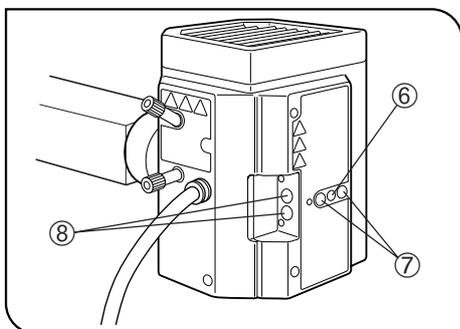

Fig. 4
8. Coloque la imagen del arco en el centro de la mitad izquierda (o derecha) del campo, girando los mandos de centrado de la lámpara ⑤. (B)
9. Enfoque la imagen del arco del espejo ajustando el tornillo de enfoque del espejo ⑥ (Fig. 4) de la parte posterior del portalámparas, utilizando el destornillador Allen. (C)
10. Superponga la imagen del arco con la imagen del arco del espejo, girando los mandos de centrado de la lámpara ⑤. (D)
- ☉Durante la observación, ajuste el mando de enfoque de la lente colectora ④ para que el campo observado sea uniforme.